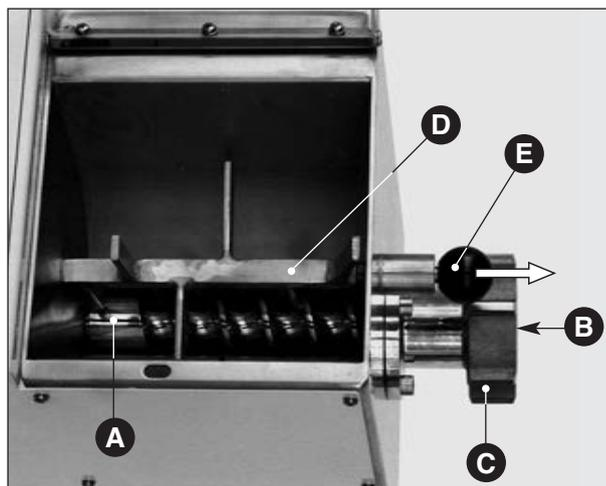

Fig. 1
- posicionar el seleccionador sobre "0" (Fig. 2 C), verifíquese el correcto montaje de la cóclea (Fig. 1 A), observando que la
Fig. 1 bis
- asegurarse también que el tapón de plástico (**Fig. 1 B**) sustitutivo de la hilera esté bien posicionado y la abrazadera (**Fig. 1 C**) bien cerrada;
- por último, bloquear el mezclador (**Fig. 1 D**) en su alojamiento con el pomo (**Fig. 1 E**) o atornillar el soporte móvil en la TR 75/E (**Fig. 1 bis** ver pág. 63).